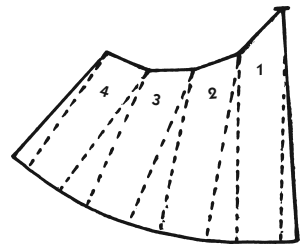

Рис. 248
3. Разрежьте полосы и раздвиньте их для получения расширения (рис. 248). Определите направление долевой нити.
*Для модели с фестонами* присоединяются соответствующие полосы, которые надо начертить, как показано на рис. 248 (достаточно одной полосы, чтобы по ней раскроить ткань столько раз, сколько будет разрезов).